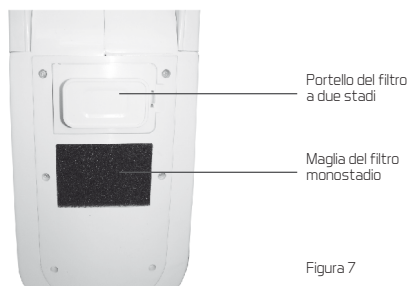

Figura 7
- › La maglia all'interno del filtro monostadio va pulita una volta ogni 15 giorni. (Figura 7)
- › La maglia all'interno del filtro a due stadi va pulita una volta ogni 15 giorni. (Figura 7)